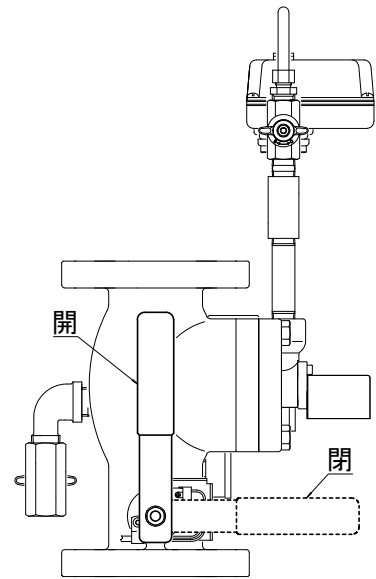

図 1 2. 制御弁開閉状態図
(8) 耐圧試験方法（弁記号は図 1 の機器構成図を参照してください）